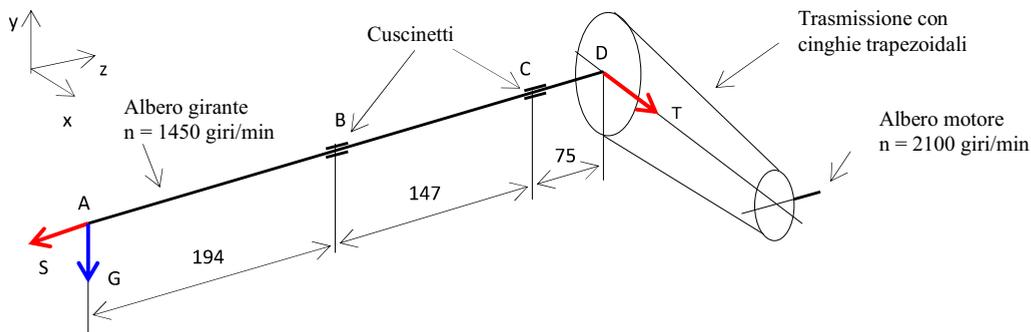

Fig. 3 – schema dell'albero della girante
L'albero della girante può essere schematizzato come in **Fig. 3**
- il dimensionamento dell'albero della girante rispettando le quote principali indicate nella fig. 3 e la scelta del profilo scanalato e della linguetta - assumere: $T = 980$ N, $G = 150$ N e $S = 0$